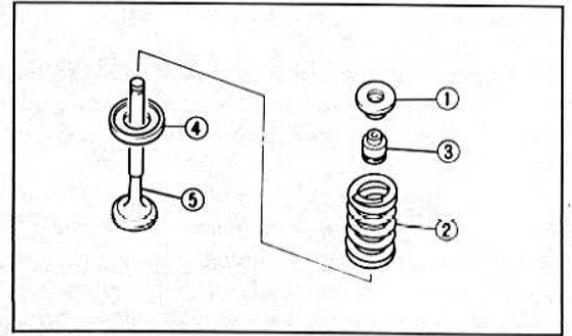

Bild 133
- Eventuelle Grate am Ventilschaftende mit einem feinen Abziehstein entfernen (Bild 133).